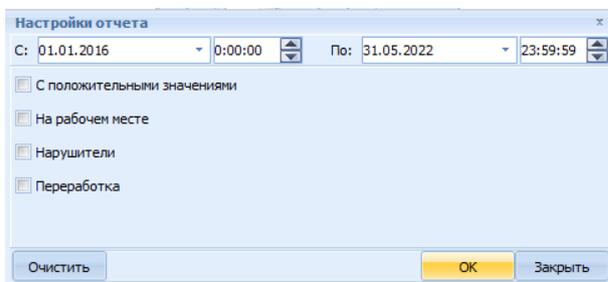

Рисунок 25.57 – Окно Настройка отчета
- 5) С помощью кнопки  «Настройка отчета» задать период, за который необходимо сформировать отчет и выбрать необходимые параметры (рисунок 25.57).